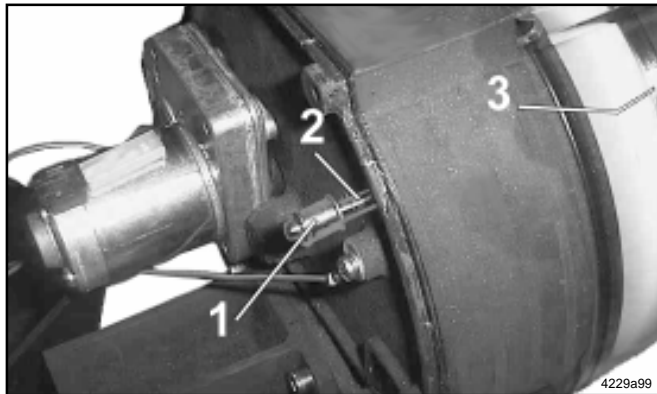

Fig. 23 – Pièces du dispositif de bas niveau
- Le plateau suiveur 3, Fig. 23, du réservoir déplace la tige 2 munie de l'aimant 1 en la faisant passer devant la plaquette à circuit imprimé, ce qui déclenche le signal de bas niveau.